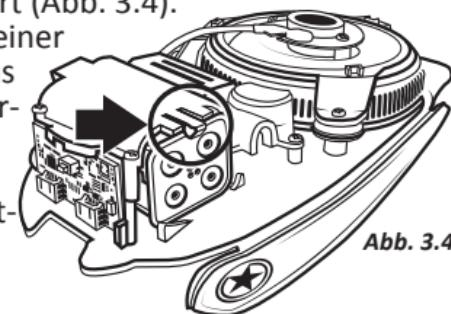

Abb. 3.4
- Drehen Sie die Bodenplatte um und suchen Sie das Battery-Pack. Achten Sie auf den Riegel, der es fixiert (Abb. 3.4).